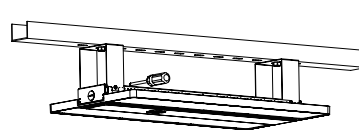

Figura 6
- Paso 2.** Monte la lámpara en el soporte y fíjela con tornillos; (Figura 6)